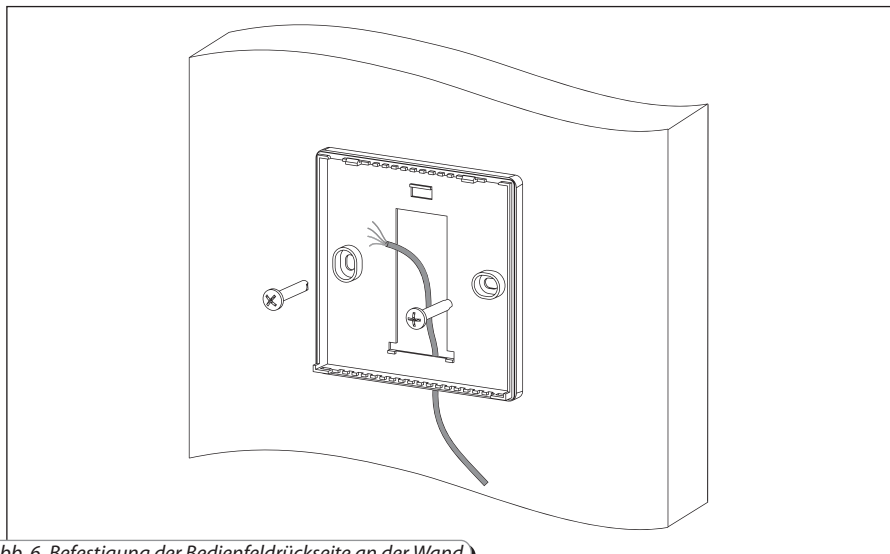

Abb. 6. Befestigung der Bedienfeldrückseite an der Wand
- Die Rückseite an der Wand befestigen, Abb. 6.